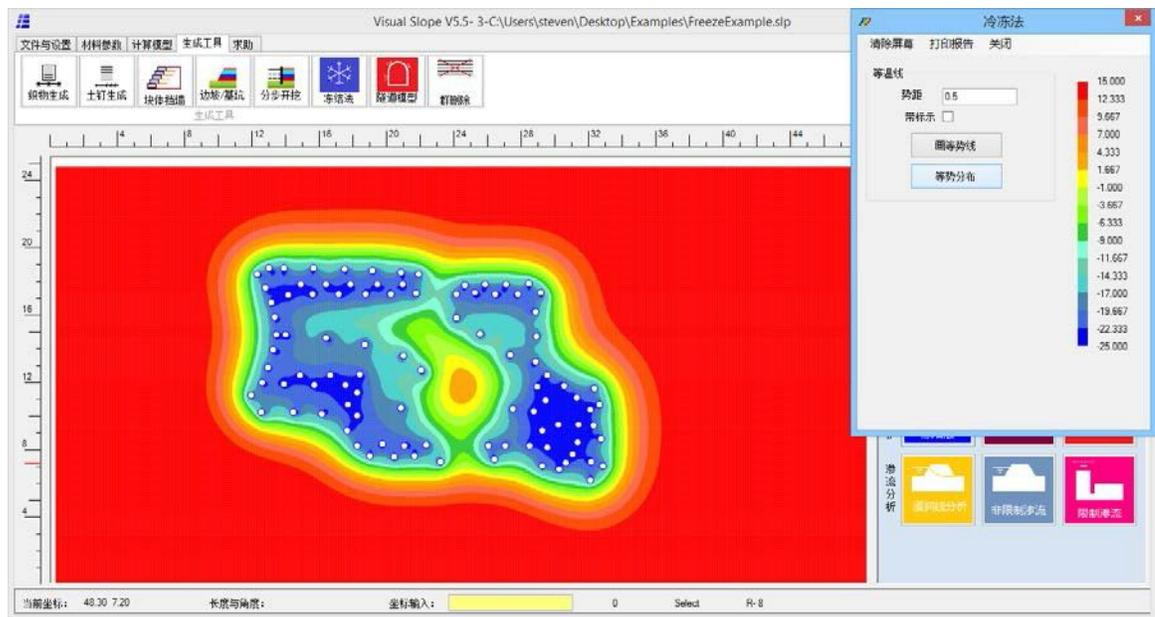

图 72: 冻结法分析结果
4. 计算分析 冻结管布置完毕后，可以进行计算分析。在分析板块中按冻结法，分析就开始了。分析完毕后可以显示温度场，图 72。